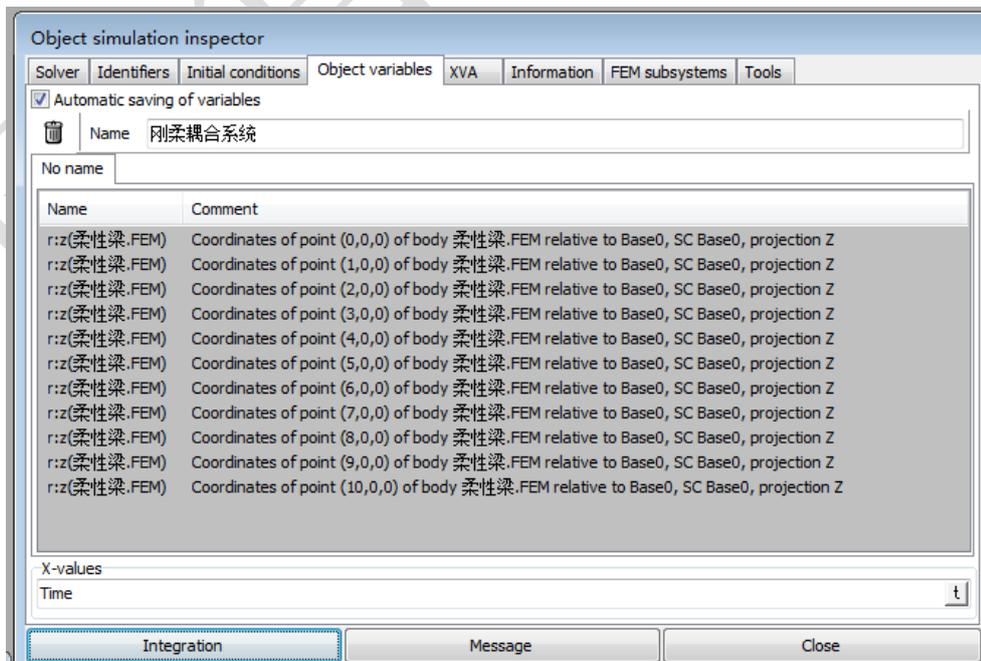
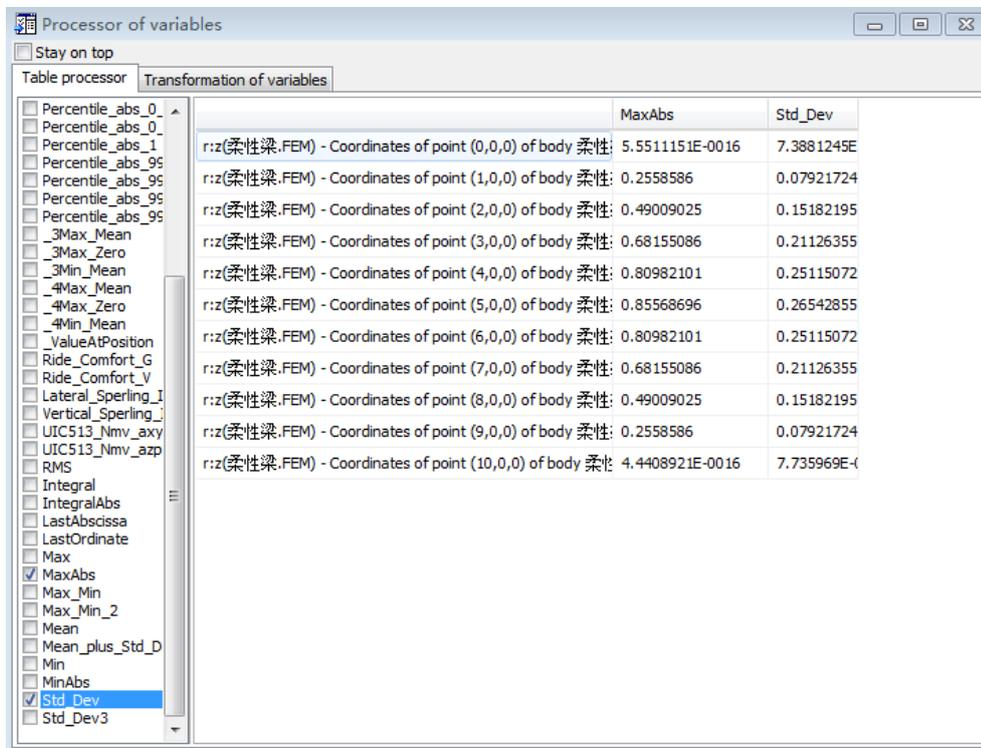
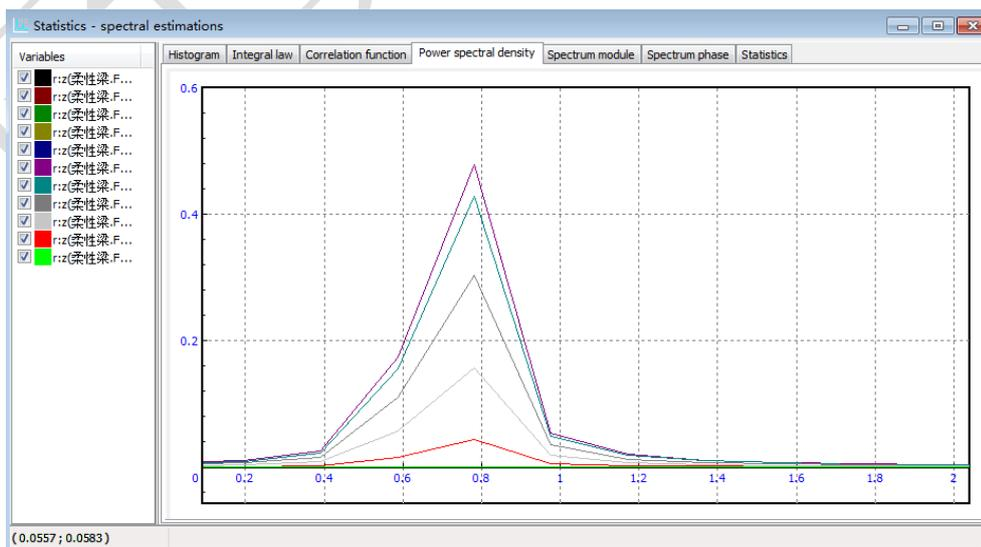

图 2-121
图 2-124
图 2-125
- 8) 点击 **Integration**，执行计算，计算完毕，这样 11 个变量的结果都保存了下来，如图 2-121。
- 9) 选择主菜单 **Tools** → **Graphical window...**，打开一个绘图窗口，将图 2-121 所有计算结果拖入绘图窗口。
- 11) 选择主菜单 **Tools** → **Table Processor...**，打开一个变量处理窗口，将图 2-121 所有计算结果从仿真控制面板或绘图窗口拖入变量处理窗口，这里内置了一些数据处理函数，勾选 **MaxAbs** 和 **Std_Dev**，如图 2-124。
- 12) 选择主菜单 **Tools** → **Statistics...**，打开一个统计窗口，将图 2-121 所有计算结果从仿真控制面板或绘图窗口拖入统计窗口，可查看其功率谱密度分布图，如图 2-125。